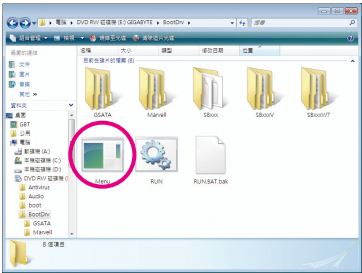
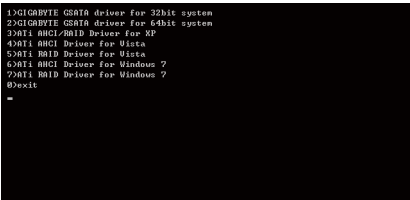

图 3
图4
- 2：进入光盘中「BootDrv」文件夹，双击「Menu.exe」文件(图3)后会出现「命令提示字符」画面，内含如图4的控制器选单。
- 以图4的选单为例：